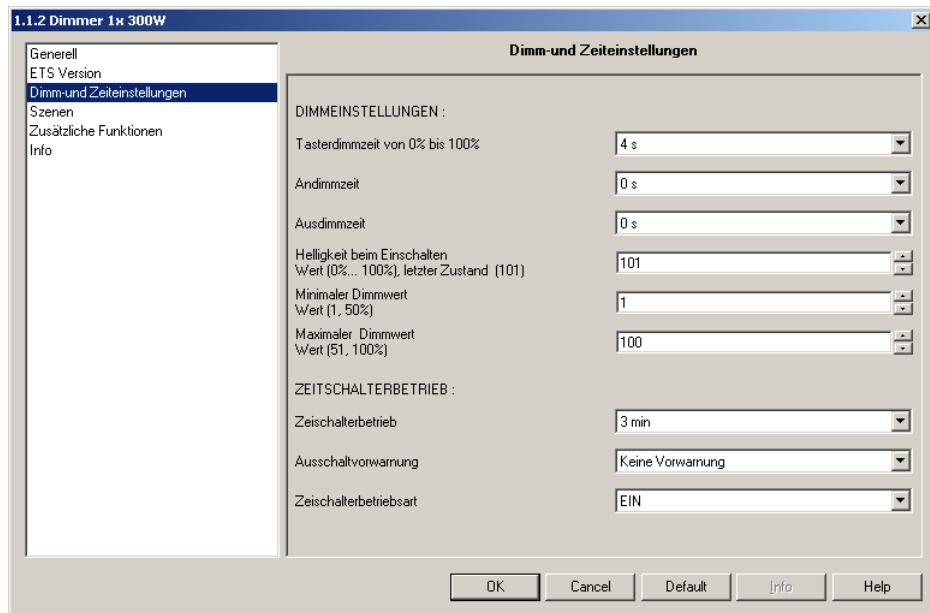

Bild 2
- Parametereinstellungen: siehe "Bild 2".
→ Parametereinstellungen: siehe "Bild 2".